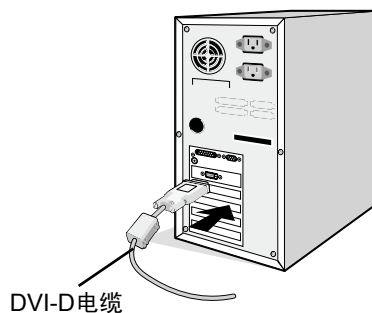

图 A.1
2. **DVI 连接：** 将 DVI-D 电缆信号线连接至您系统的显示控制器接口 (图 A.1)。然后拧紧所有螺丝钉。